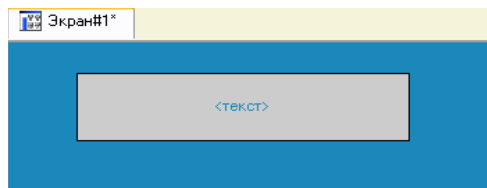

Рисунок 1.5 – Вибраний графічний елемент
- зафіксуємо ЛК вибраний ГЕ (рис. 1.5):